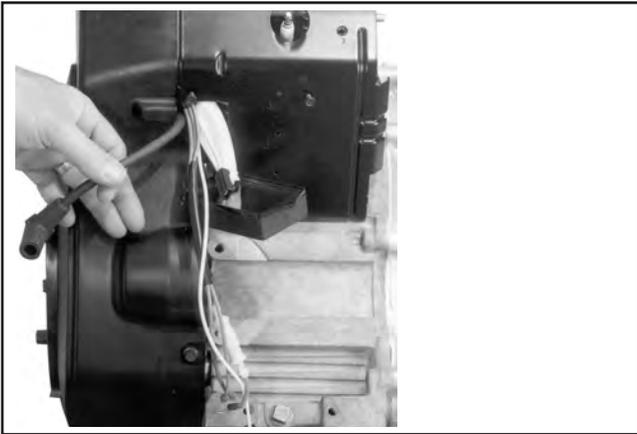

Abbildung 11-63. Verlegung Verkabelung und Kabel.
- Die äußeren Bleche positionieren, und beginnen, die Montageschrauben anzuschrauben. Die beiden Schrauben M6 werden in der Rückseite der Zylinder angeschraubt. Die kurzen Schrauben M5 werden in die unteren Bohrungen in der Nähe des Lüftergehäuses befestigt. Die kurze Schraube auf der Seite des Ölfilters wird darüber hinaus für die Montage der Kabelklemme benutzt. Sicherstellen, dass die Verkabelungen oder die Kabel über die korrekten Verläufe oder Vertiefungen verlegt wurden, damit sie nicht zwischen dem Lüftergehäuse und den Blechen eingeklemmt werden. Siehe Abbildung 11-63.